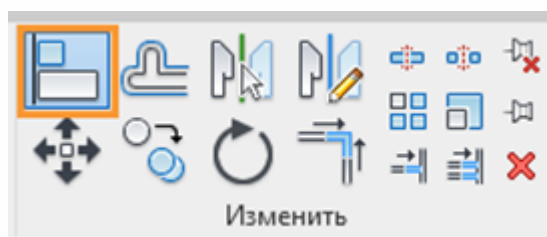
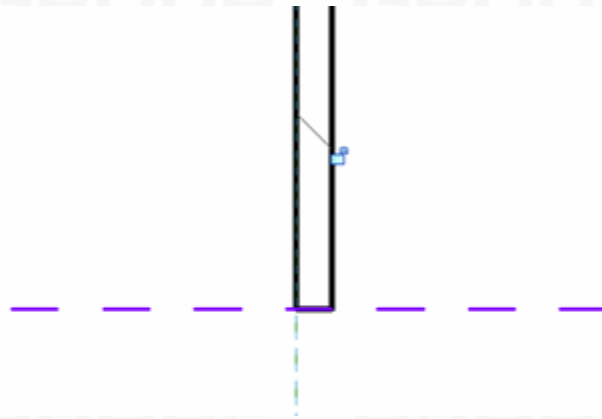
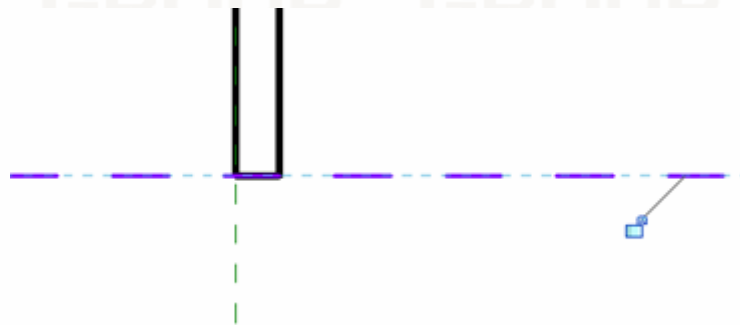

Рисунок 14
Рисунок 15
Рисунок 16
5. Воспользуйтесь инструментом «*Выровнять*» на вкладке «*Изменить*» (см. Рисунок 14), и привяжите линии профиля к опорным плоскостям (см. Рисунок 15, Рисунок 16).